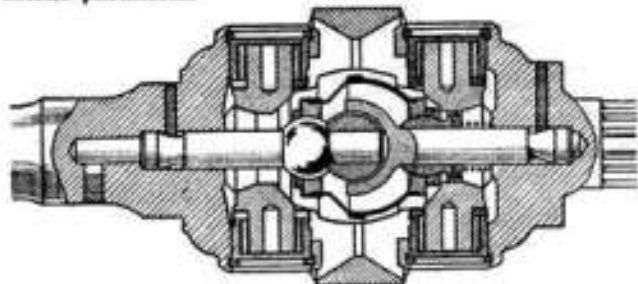

Fig. 16. — Coupe longitudinale du joint de cardan.
- Déposer les vis d'assemblage de l'arbre de commande et de l'accouplement souple, et les écrous de serrage de la bride d'accouplement et du plateau d'entraînement de la transmission sur boîte de vitesses (fig. 16).